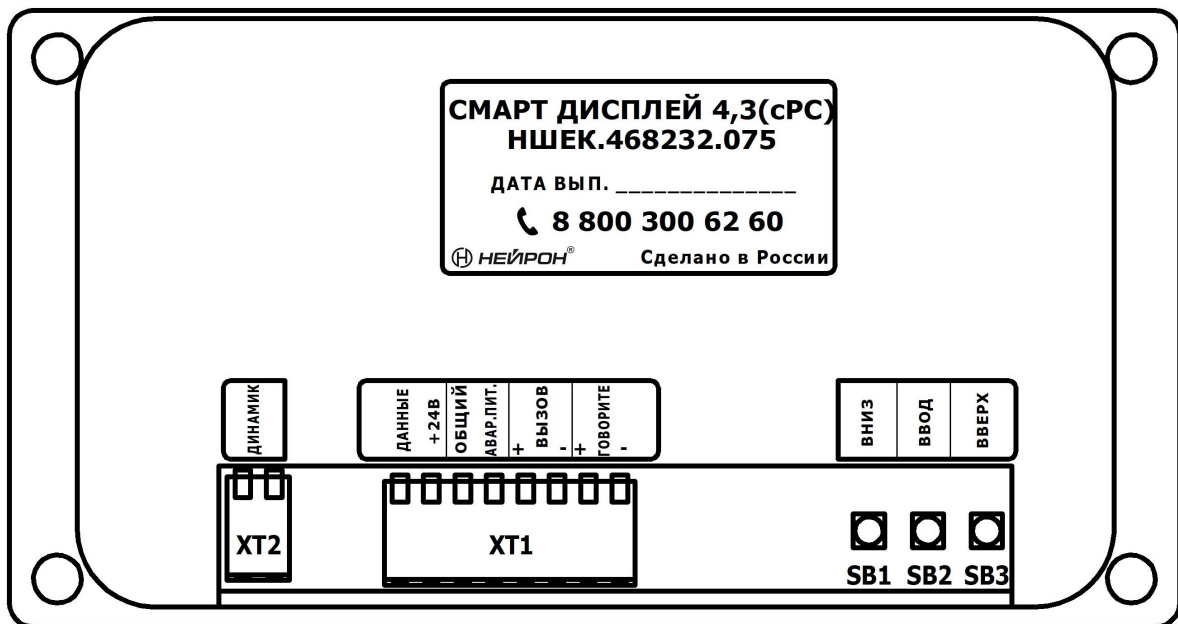

Рис.1. Расположение разъемов и органов управления
7.2 Выполнить подключение разъема ХТ1 устройства в соответствии с таблицей 1. Расположение разъемов показано на рис.1.